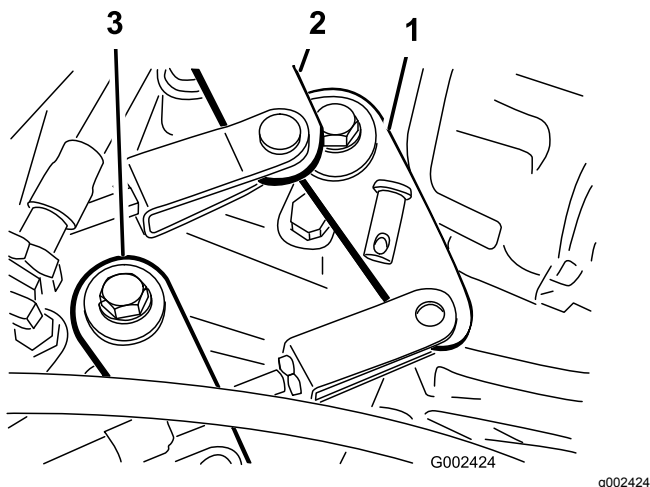

Рисунок 44
2. Снимите шплинтуемые штифты, крепящие тросики переключения передач к рычагам переключения передач (Рисунок 44).
1. Снимите шплинтуемый штифт, который крепит трос высокого-низкого диапазона к коробке передач (Рисунок 44).